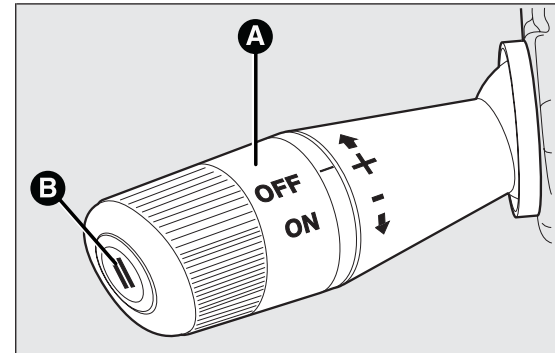

fig. 40
- girar la corona A fig. 40 hasta ON y, pisando el pedal acelerador, llevar el vehículo hasta la velocidad deseada;
- pulsar el botón B fig. 40.
- pulsando el botón B fig. 40 cuando el dispositivo está regulando la velocidad (para versiones/países donde está previsto);
- pisando el acelerador; en este caso el sistema no se desactiva realmente, pero la demanda de aceleración tiene prioridad sobre el sistema: el cruise control se mantiene activo igualmente, sin que sea necesario pulsar el botón B fig. 40 para volver a las condiciones anteriores tras finalizar la aceleración.